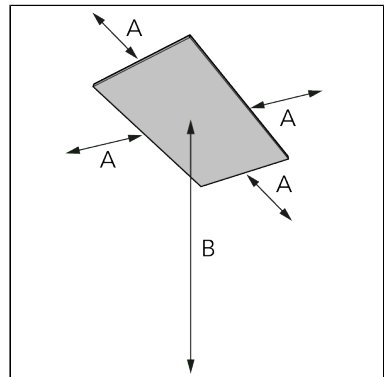

Abbildung 65.
2. Platzieren Sie das Gerät mit einem Mindestabstand (Abbildung 65) von: